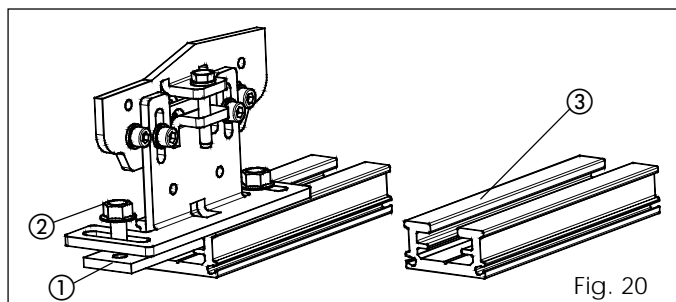

Fig. 20
• Monte el perfil de fijación de la hoja (accesorio fig. 20 ref. ③) en la parte superior de la hoja, utilizando para ello tornillos adecuados.
• Fije la hoja en los respectivos carros utilizando las placas (fig. 20 ref. ①) y los tornillos (fig. 20 ref. ②) en dotación.